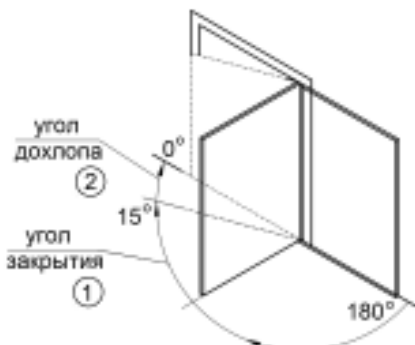

Рисунок 6 – Регулируемые зоны закрытия двери.
- Сценарий, по которому дверь будет **закрывается** в двух зонах (см. рисунок 6), можно регулировать клапанами 1 и 2 (см. рисунок 1) при помощи отвёртки, соблюдая меры безопасности. Первая – начальная, диапазон которой колеблется в пределах 180-15 градусов. Вторая – конечная, которая приходится на оставшиеся 15-0 градусов. При этом скорость и усилия во второй зоне должны быть немного большими для того, чтобы дверь захлопнулась.